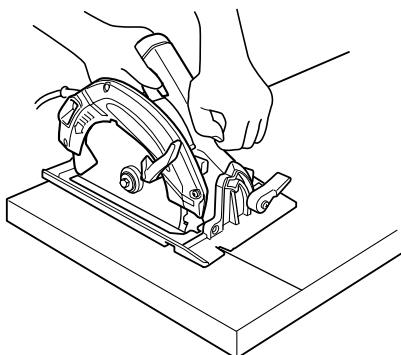
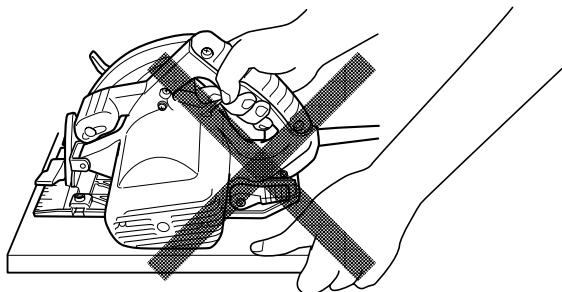

Fig. 5
Fig. 6
- 23. Placer la section large de l'embase de la scie sur la section de la pièce qui est fermement soutenue, et non sur la section qui va tomber après la coupe.** A titre d'exemples, la Fig. 5 montre la façon CORRECTE de couper l'extrémité de la planche, et la Fig. 6 montre la façon INCORRECTE. Si la pièce est trop courte ou trop petite, la fixer.